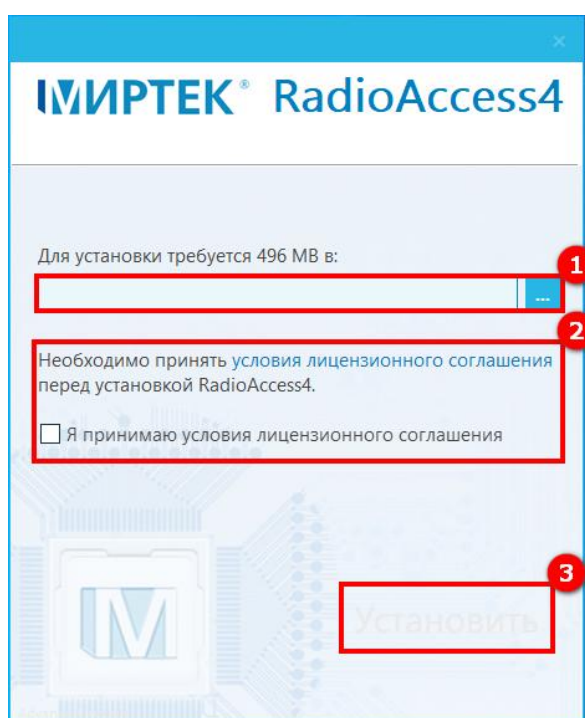
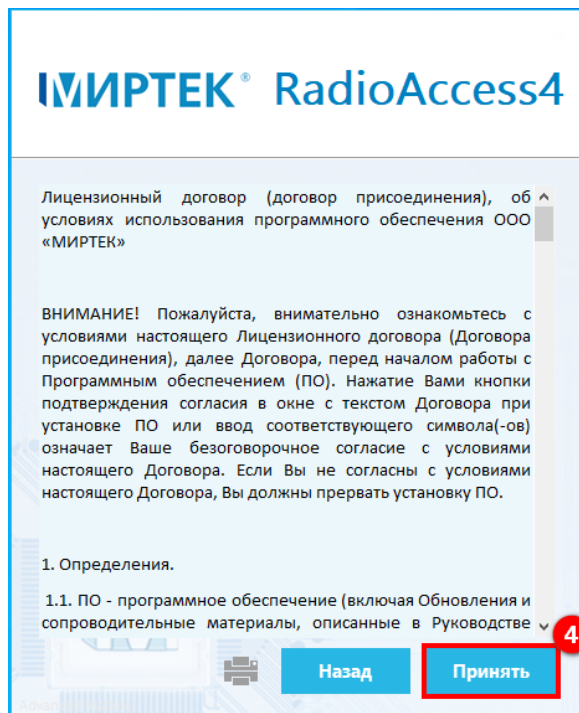

Рисунок 17 – Окно установки версии RadioAccess4Complete
Рисунок 18 – Окно установки версии RadioAccess4Complete
Далее выбрать папку, в которую будет установлен **RadioAccess 4 (РадиоАксесс 4)** (1) (см. рисунок 17), затем нажимая на **условия лицензионного соглашения** необходимо прочитать и принять условия лицензионного соглашения (2), затем нажать кнопку **Установить** (3) или кнопку **Принять** (4) (см. рисунок 18).